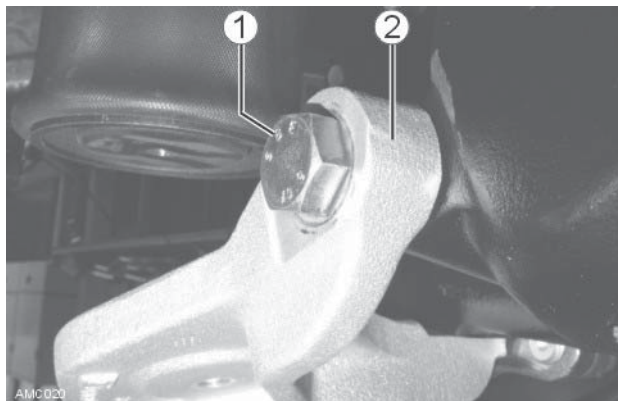

Bild 52
22. Eine Sechskantschraube M14x1,5x40 (Bild 52 - 1) herausschrauben und untere Konsole (Bild 52 - 2) abnehmen.